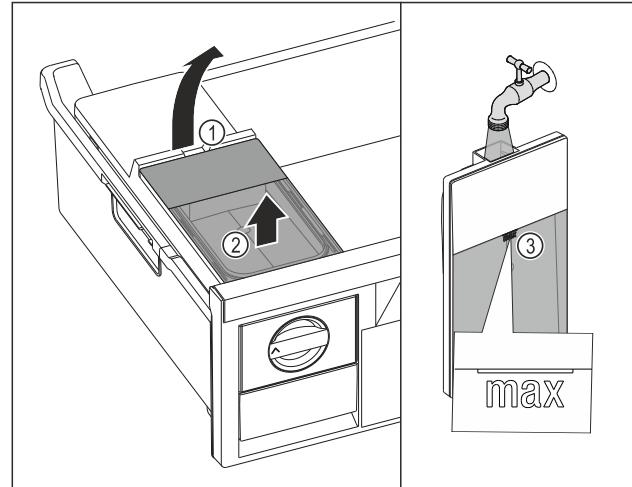

Fig. 62
- 从凹槽 Fig. 62 (1)抬起水箱。
- 向上取出水箱。Fig. 62 (2)
- 向水箱注入饮用水，直至标记 Fig. 62 (3)。